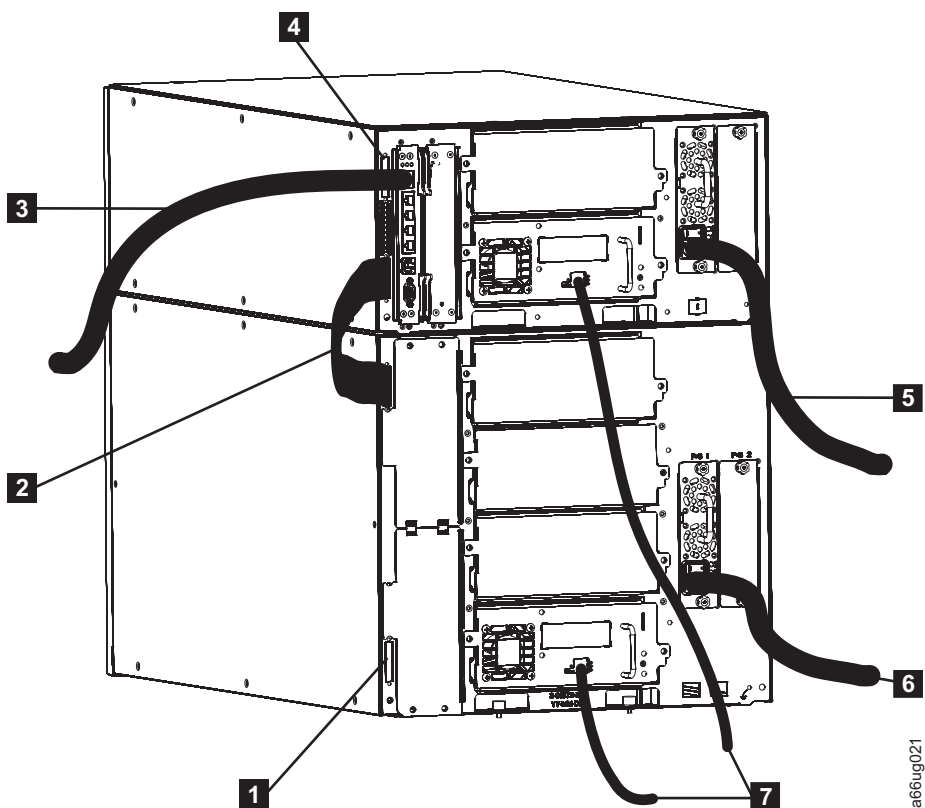

Рисунок 3-2. Подключение библиотеки 14U
- Две заглушки связи между модулями (**1** и **4** in рис. 3-2)
- Кабель связи между модулями (**2** in рис. 3-2)
- Подключите кабели питания к каждому блока питания (**5** и **6** в рис. 3-2 на стр. 3-3), подключите их к электросети
- 4. Переключите выключатель питания на всех блоках питания в положение ON (I).